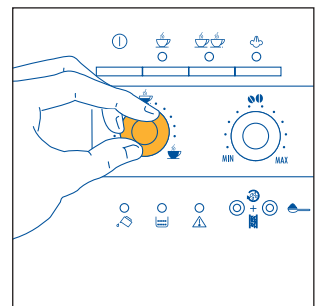

Fig. 8
- 3) Réglez le bouton de gauche (fig. 8) pour programmer la quantité de café désirée. Plus vous tournez dans le sens des aiguilles d'une montre et plus le café obtenu sera allongé. Lors de la première utilisation, il faut procéder par tentatives et faire plusieurs cafés pour trouver la bonne position du bouton.